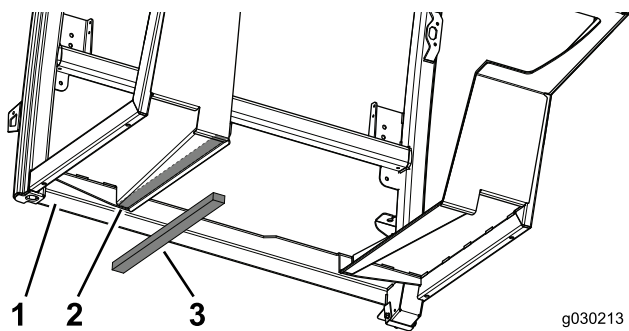

Figura 6
1. Aplique um dos vedantes do piso ao lado esquerdo da cabina (Figura 6).